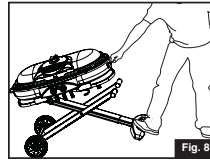

Fig. 8
- Ponga su pie en el asa plástico para remolcar, agarre la parrilla por el asa y levántela hasta que el estante esté completamente extendido. (Fig. 8)